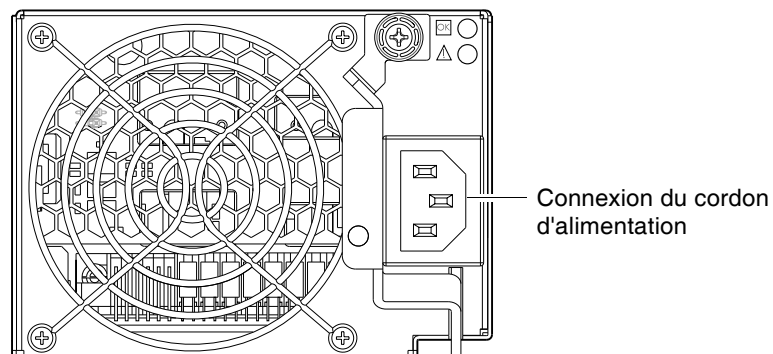

Figure 11 Module d'alimentation CA
2. Branchez le cordon d'alimentation dans le connecteur correspondant à l'arrière du boîtier de disques (reportez-vous à la Figure 11). Branchez l'autre extrémité du cordon d'alimentation dans la source d'alimentation du rack. Patientez quelques secondes pendant que le disque tourne.
3. Branchez le cordon d'alimentation dans le connecteur correspondant à l'arrière du boîtier de contrôleur (reportez-vous à la Figure 11). Branchez l'autre extrémité du cordon d'alimentation dans la source d'alimentation du rack.